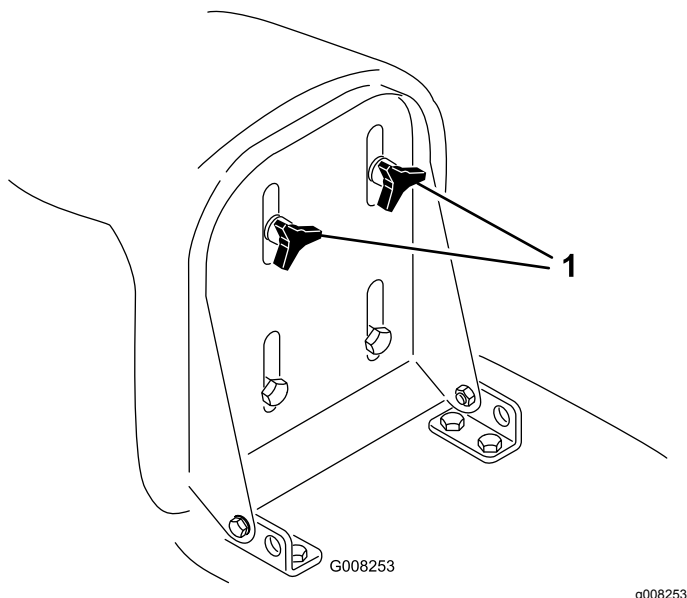

Figura 6
1. Sollevare il sedile ed allentare le manopole di regolazione (Figura 6).